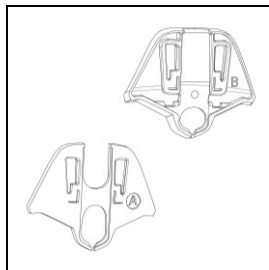

Fig. 1
- Selecionar o adaptador mais adequado para o formato da calota do seu modelo de capacete (Fig. 1).